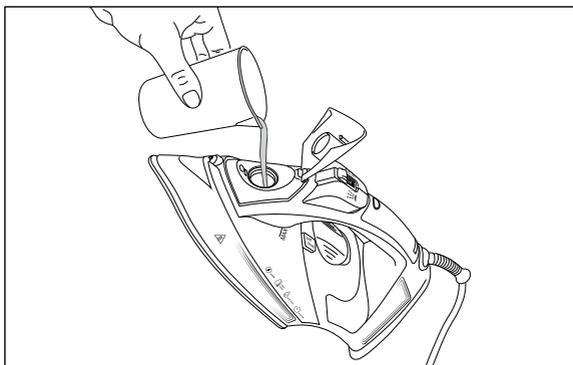

Fig. 4
- 3) Llene el vaso medidor ⑤ con agua corriente o agua destilada. Utilice el vaso medidor ⑤ para llenar el depósito de agua ③ (consulte la fig. 4).